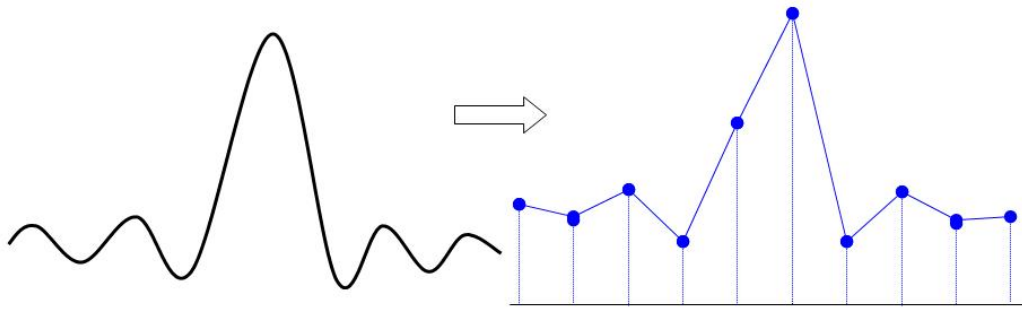

图 10-1
(2) 采样率过低的影响
- **波形失真**: 由于采样率低造成某些波形细节缺失，使示波器采样显示的波形与实际信号存在较大差异，如下图 10-1 所示。